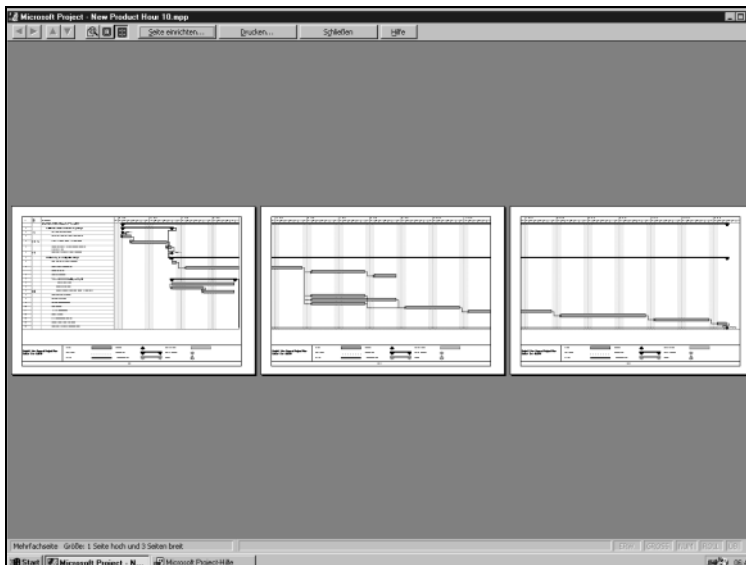

Abbildung 10.6:
Sollte Ihre Ansicht mehrere Seiten haben, können Sie mit den Buttons, die sich oben links auf dem Seitenansicht-Fenster befinden, jede Seite anzeigen. Mit VERGRÖßERN werden Details der Seite angezeigt. Sie können aber auch mit der Maus den Teil der Seite anklicken, den Sie gerne größer haben möchten. Klicken Sie dann wieder auf VERKLEINERN. Zudem haben Sie die Möglichkeit, mehrere Seiten auf dem Seitenansicht-Bildschirm anzuzeigen. In Abbildung 10.6 sehen Sie die mehrseitige Ansicht eines Balkendiagramms.
- LEERE SEITEN DRUCKEN – Deaktivieren Sie diese Option, damit keine leeren Seiten ausgedruckt werden. An Abbildung 10.6 können Sie sehen, dass die zwei mittleren Spalten im unteren Teil der Seite keine Seitenspalten oder Vorgangsleisten enthalten.